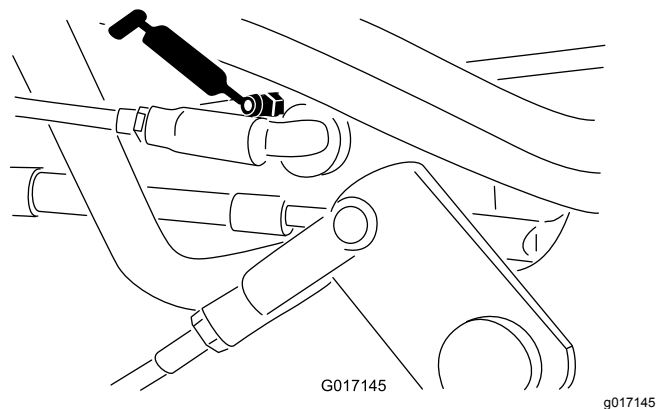
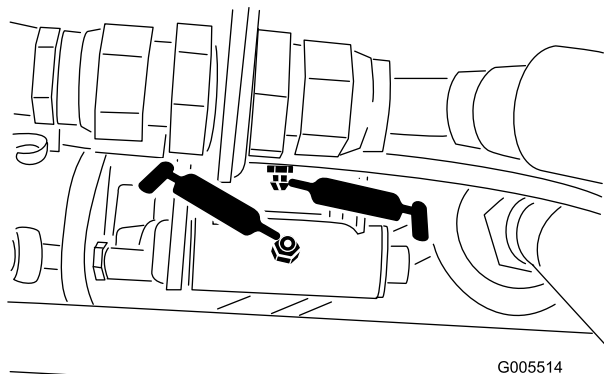

Figura 39
Figura 38
- Acoplamiento del selector de velocidad (Figura 38 y Figura 39)